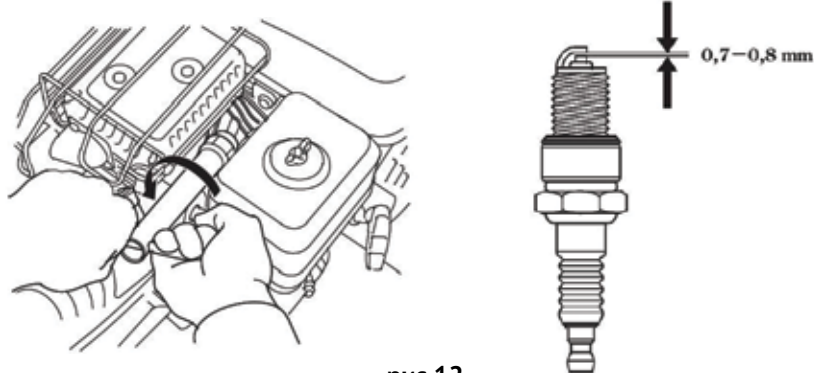

рис.12
7.2 Свеча зажигания (см. рис.12)